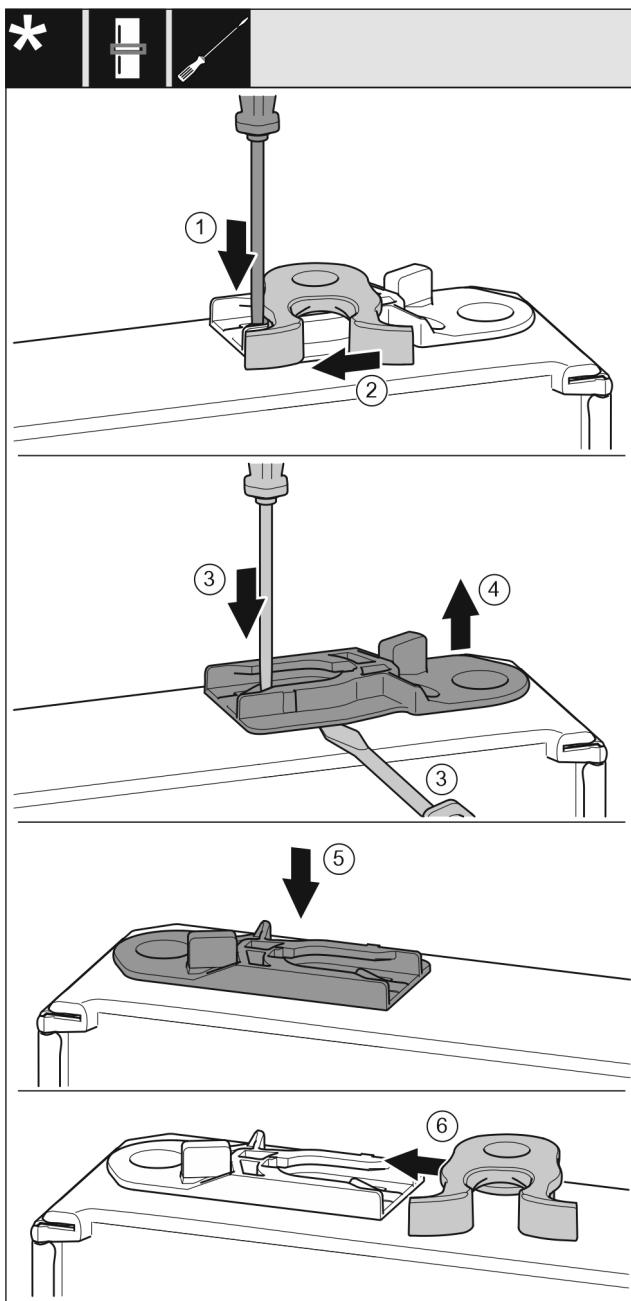

Fig. 21
- Lasche Fig. 21 (1) mit Schlitzschraubendreher nach unten drücken.
- Schließhaken Fig. 21 (2) aus Führung ziehen.
- Führungsbuchse Fig. 21 (3, 4) herausziehen: Lasche mit Schlitzschraubendreher drücken und gleichzeitig mit Schlitzschraubendreher unter Führungsbuchse fahren.
- Im Lieferumfang beiliegende Führungsbuchse Fig. 21 (5) auf anderer Gehäuseseite einschieben.
- Schließhaken Fig. 21 (6) in Führung schieben.